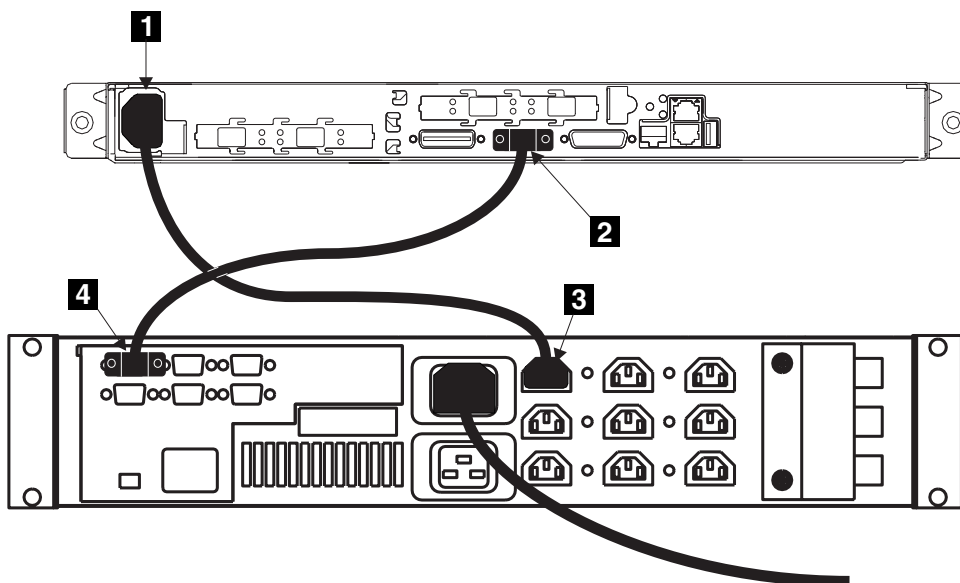

図 29. 無停電電源装置への SAN ボリューム・コントローラー電源ケーブルの接続
1. SAN ボリューム・コントローラーの後ろにある電源コネクタ**1**に電源ケーブルを差し込む。図 29 を参照してください。
2. 電源ケーブル・アセンブリーのシリアル・ケーブルをシリアル・ソケット **2** に差し込む。図 29 を参照してください。